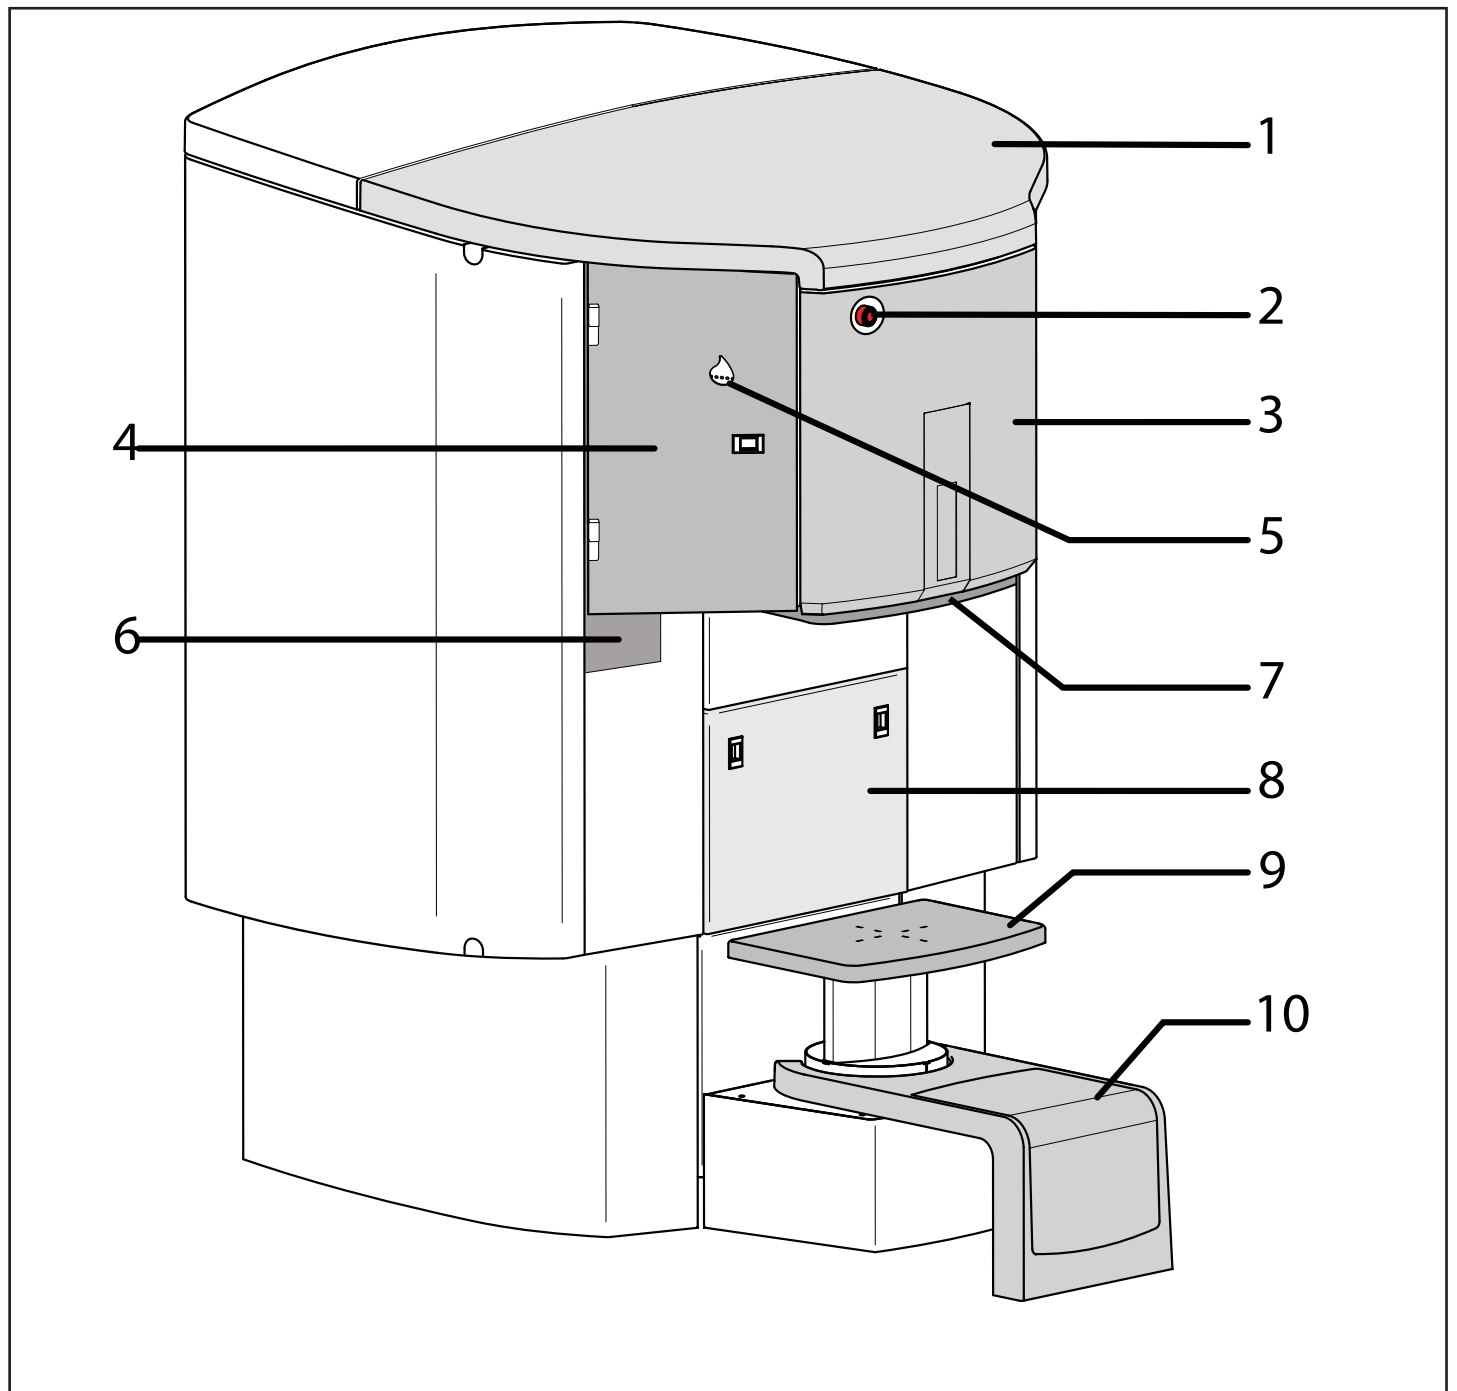

abb.3-1
- Not-Aus-Schalter nriegelnsiehe: Dispenser-Übersicht Nr. 2(Abb. 3-1), der Dispenser startet automatisch.